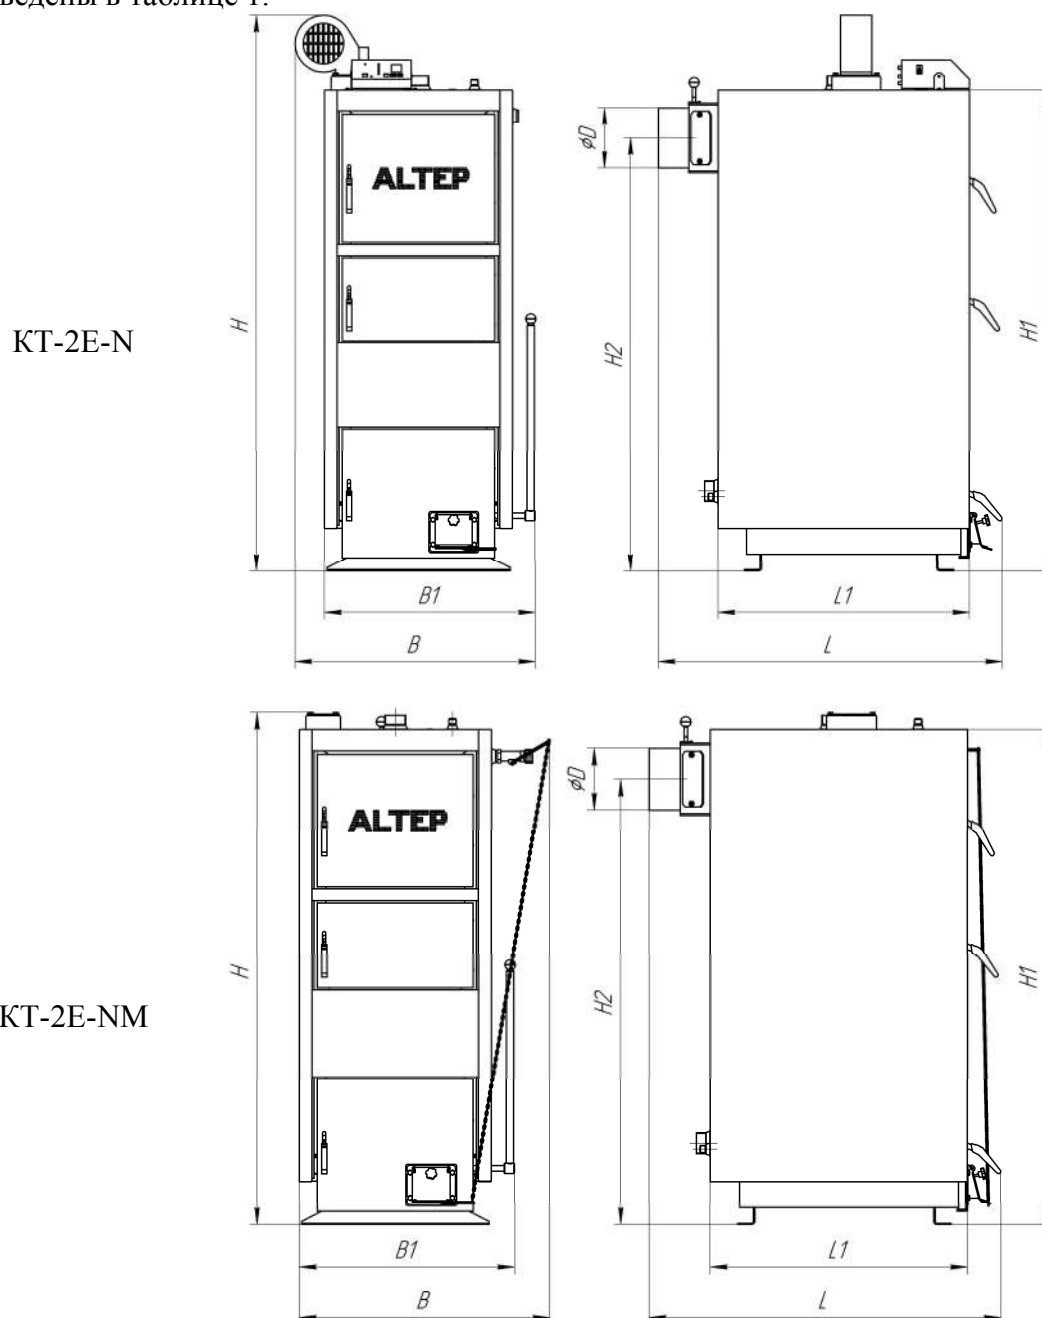

Рисунок 1 – Габаритный чертёж котла типа КТ-2Е-Н (NM)
Основные технические характеристики котлов типа КТ-2Е-Н (NM) (рисунок 1) приведены в таблице 1.